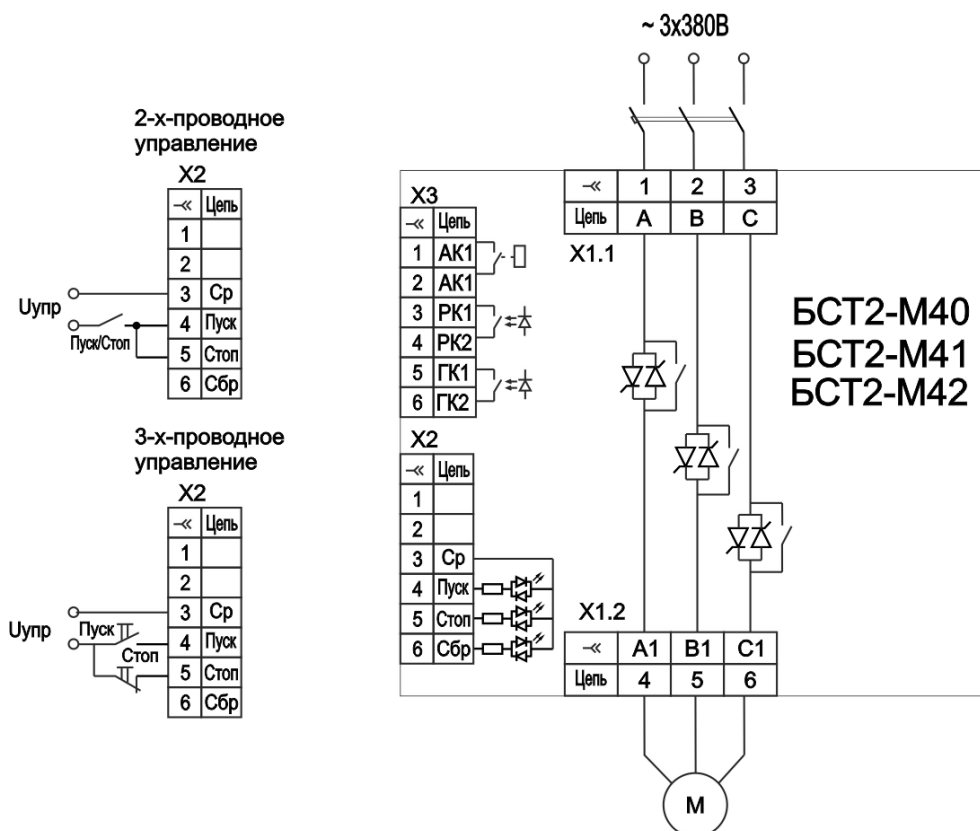

Рисунок 3 – Пример схемы подключения БСТ2-М40, БСТ2-М41, БСТ2-М42
1.6.6 Пример схемы подключения приведен на рис. 3 и 4 .